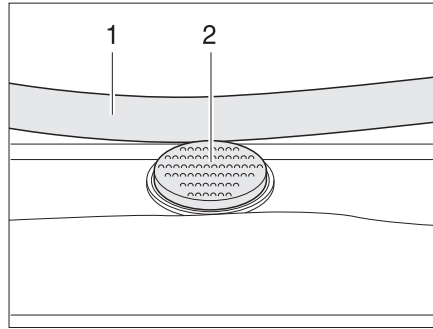

Fig. 41 Botón de seguridad en la claraboya Heki
- Pulsar el botón de seguridad (Fig. 41,2) y tirar la horquilla (Fig. 41,1) hacia abajo con ambas manos.
- Presionar el estribo hacia arriba con ambas manos hasta que la horquilla se encuentre encima del botón de seguridad (Fig. 41,2).